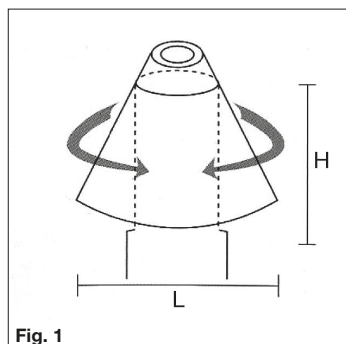

Fig. 1
- Arrotolare il coprifaretto conico (Fig. 1) ed assicurarsi che il cablaggio sia stato inserito attraverso una delle aperture presenti.
- Roll up the conical downlighter cover (Fig. 1) and ensure the wiring has been inserted through one of the openings present.